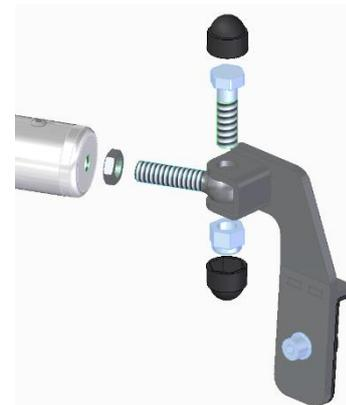

Abbildung 2
Dann kann der Fahrradträger mit Hilfe der montierten Augenschrauben, Sechskantschrauben M12x40 (12) und Sechskantmuttern M12 (15) an die, ans Fahrzeug montierte, Halterungen befestigt werden (Abb. 2).